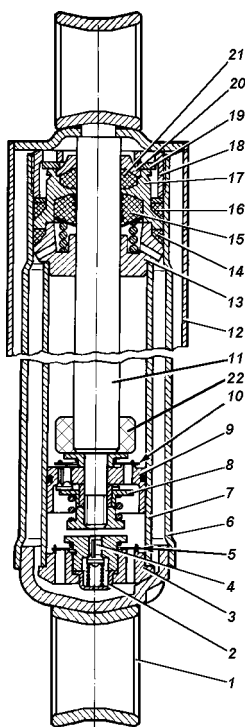

Рис. 6.7. Амортизатор передней пружинной подвески:
**Амортизатор передней пружинной подвески** (рис. 6.7) состоит из рабочего цилиндра, штока с поршнем в сборе, клапана сжатия и резервуара. На штоке поршня, между поршнем и направляющей, находится буфер отбоя из специального материала.